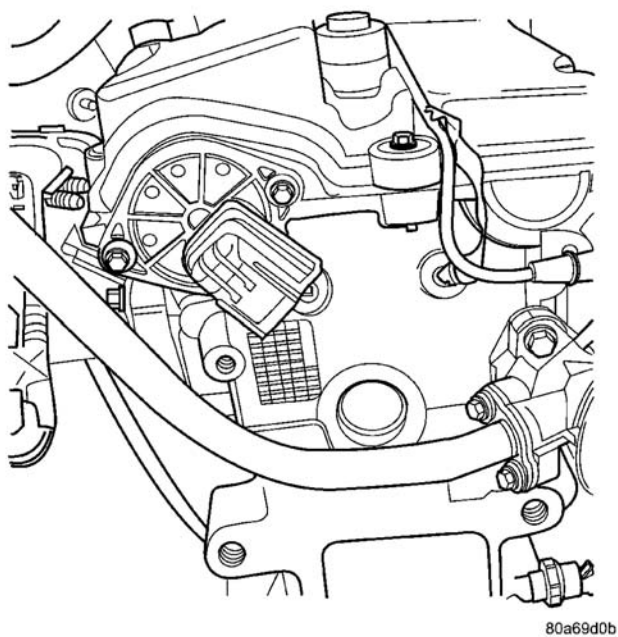
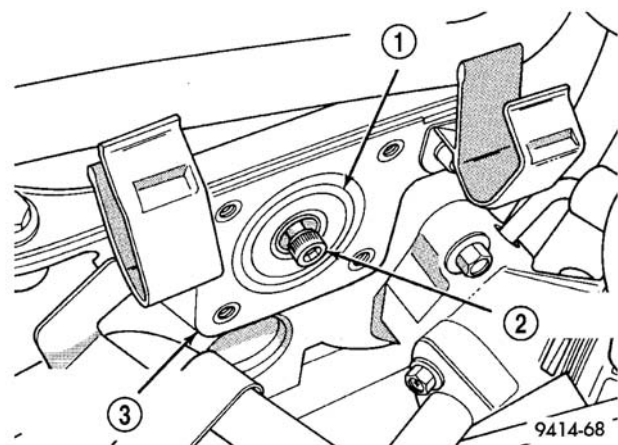
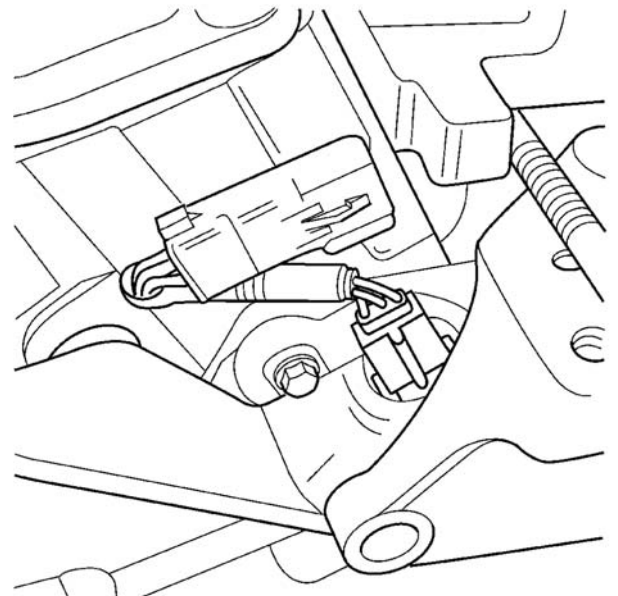

图 3 EGR / 凸轮传感器 2.4 升
图 4 靶标磁铁的拆卸/安装
图 6 凸轮轴位置传感器
3.3/3.8 升发动机车辆的凸轮轴位置传感器位于正时盒盖前侧(图 6),2.4 升发动机车辆的凸轮轴位置传感器位于气缸盖后端(图 3)。
- (1) 拆卸蓄电池负极电缆。
- (2) 断开凸轮轴位置传感器的电线插接器（图 3）
- (3) 拆卸凸轮轴位置传感器的固定螺丝，拆卸传感器。
- (4) 旋松连接靶标磁铁与凸轮轴后侧的螺钉，并卸下磁铁（图 4）
- (3) 将凸轮轴位置传感器插接器从线束插接器上拔下。开(图 6)。
- (4) 拆卸固定传感器螺栓。
- (5) 将传感器从盒内旋开。